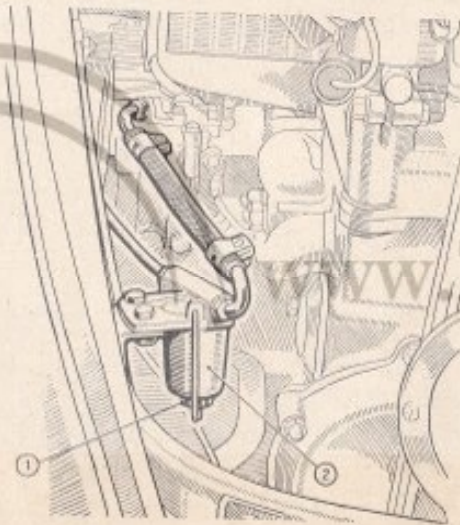

Fig. 20. — Filtro della benzina.
22. — Filtro benzina: Smontare la coppetta del filtro, dopo aver chiuso il rubinetto sotto il serbatoio, e lavare accuratamente il filtro e la coppetta nella benzina (fig. 20).